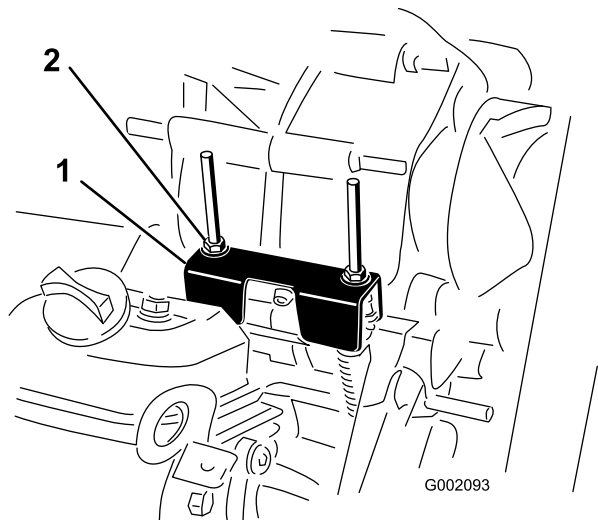

Figura 35
Para realizar operaciones de mantenimiento de rutina y/o diagnósticos del motor, debe ponerse el transeje en punto muerto (Figura 35). El selector de marchas del vehículo dispone de una posición de punto muerto, que controla el punto muerto del transeje. Deben tomarse las siguientes medidas para asegurarse de que la palanca de cambios acciona correctamente el punto muerto del transeje:
2. Asegúrese de que la pletina de punto muerto está en posición de punto muerto (nivelada respecto al soporte de montaje del cable situado debajo del soporte del cambio de marchas) girando el embrague arrastrado (Figura 35). El vehículo no debe desplazarse ni hacia adelante ni hacia atrás. Si lo hace, mueva manualmente la pletina de punto muerto a la posición de punto muerto.
3. Apriete una de las contratuercas (Figura 35) para obtener un espacio de 0,03-0,06 pulgadas.